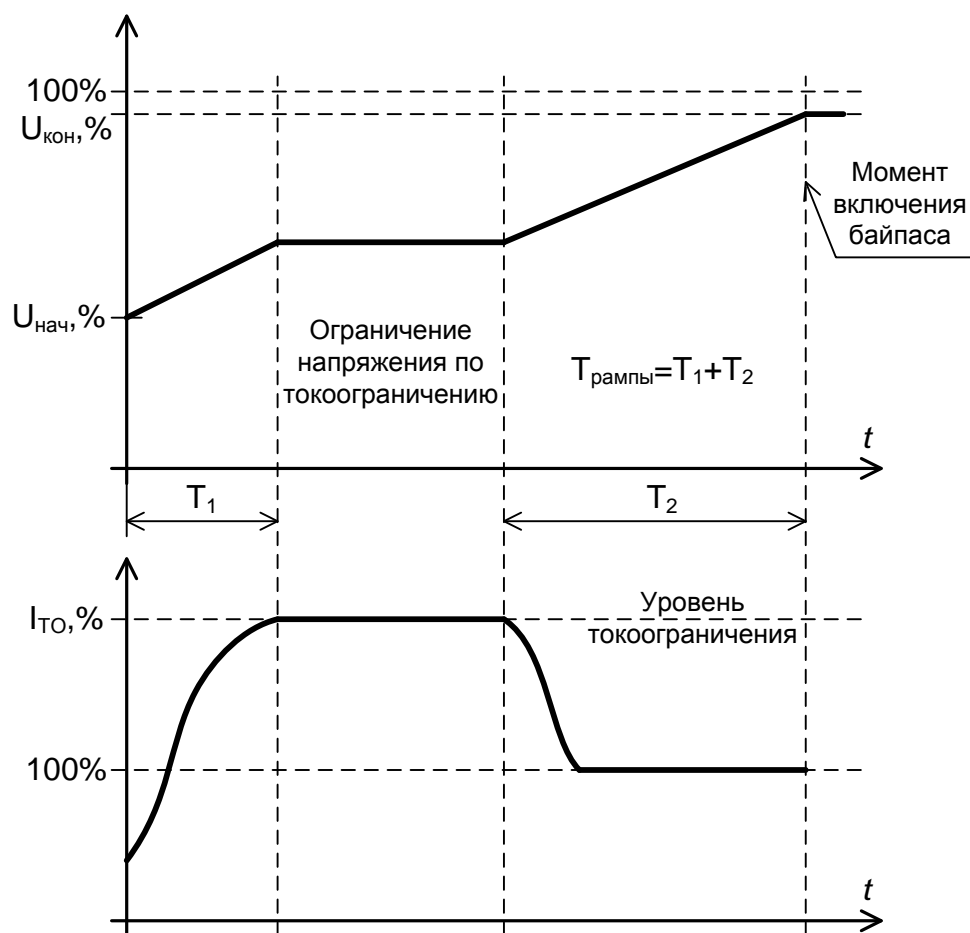

Рис. 7.1. К определению времени ramпы разгона.
- установить время пуска (без учета работы в токоограничении) (2-10 с) (рис. 7.1), время торможения (снижения напряжения) нельзя устанавливать менее 0,1 с;